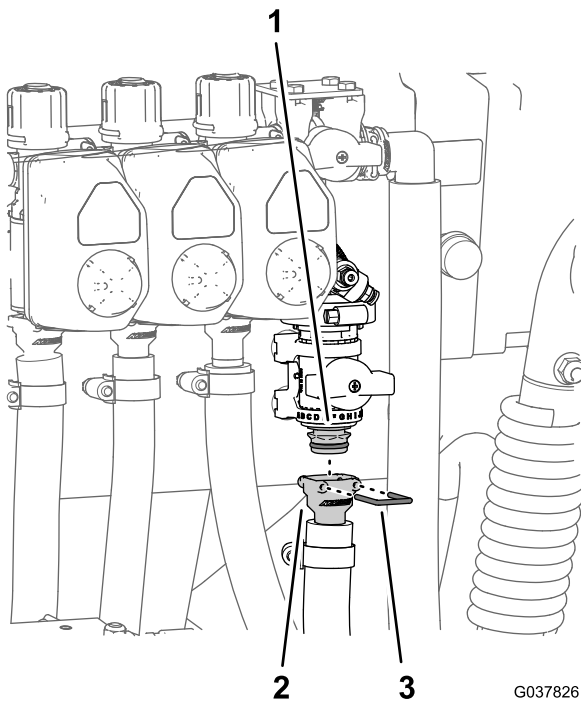

Figure 98
2. Branchez le raccord cannelé droit du flexible au raccord rapide de la vanne de coupe à bride (Figure 98).
3. Fixez le raccord cannelé droit et le raccord rapide à l'aide de l'étrier fourni avec le raccord rapide du flexible (Figure 98).